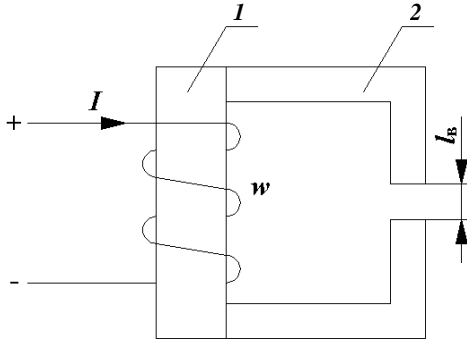

Рис. 1.9
3. Магнитопровод катушки состоит из двух различных по сечению участков 1, 2 и воздушного зазора $l_{\text{в}}$ (рис. 1.9). Определить значение тока в обмотке катушки, если магнитная индукция в воздушном зазоре $B_{\text{в}} = 1$ Тл, длина первого участка $l_1 = 4$ см, его сечение $S_1 = 1$ см², длина